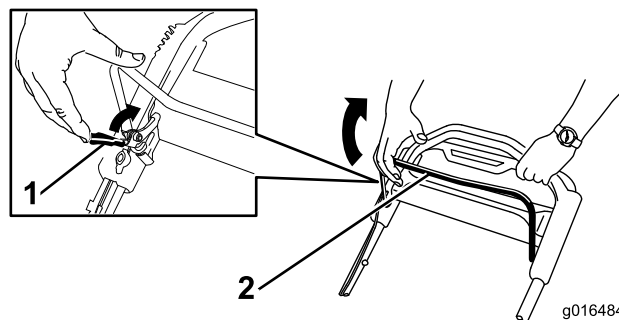

Figure 17
2. Serrez **lentement** la barre de commande des lames contre le guidon (Figure 17).
1. Ramenez le dispositif de verrouillage de la barre de commande des lames vers la barre de commande des lames (Figure 17).